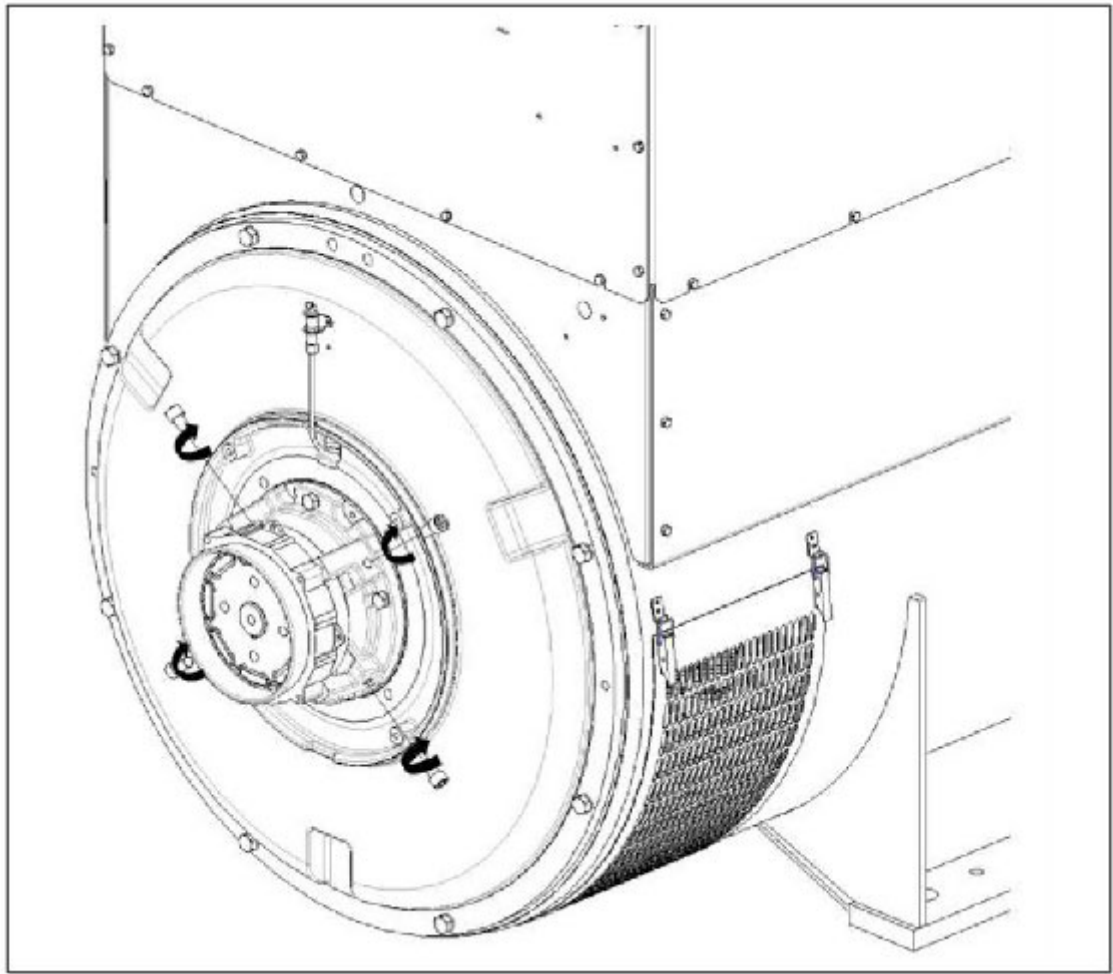

图 19. 转子运输支撑螺钉取下和安装说明
4. 用 4 个随附的堵洞螺钉替换运输支撑螺钉，并拧紧至 50 Nm。请参阅： 图 19 在第 xx 页 32。
2. 找到并取下非驱动端轴承盖上的 4 个堵洞螺钉。请参阅： 图 19 在第 xx 页 32。